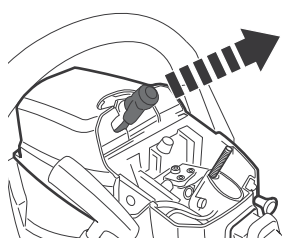

Fig. 58
- > Démontez le couvercle du filtre [13] puis sortez le filtre à air [14] de la manière décrite ci-dessus. Débranchez le connecteur de la bougie [15] (Fig. 58).